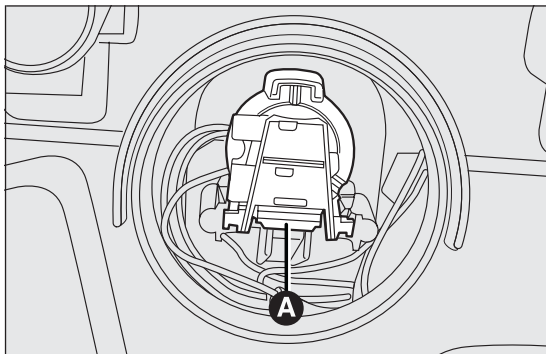

Abb. 113
- ☐ Die Blockierungsvorrichtung A Abb. 113 drücken und den Lampensockel herausziehen;